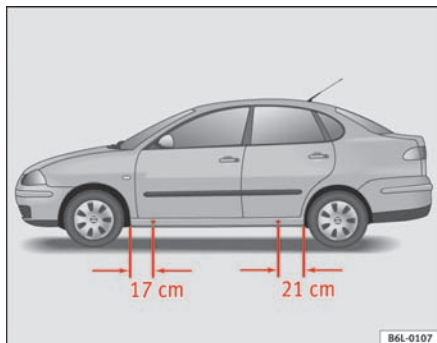

Fig. 134 Løftepunkter
- Find det løftepunkt under dørpanelet, der er tættest på det hjul, der skal skiftes ⇒ fig. 134.
Panelet er trykket lidt ind forrest og bagest, der hvor donkraften må sættes på ⇒ fig. 134. Der er et sted til donkraften for hvert hjul. Placer ikke donkraften andre steder.